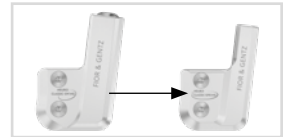

Fig. 33
- 3 Monter funksjonsenheten eller dekkplaten til systemleddet du vil bruke, i passende systembredde (se eksempel i fig. 33).